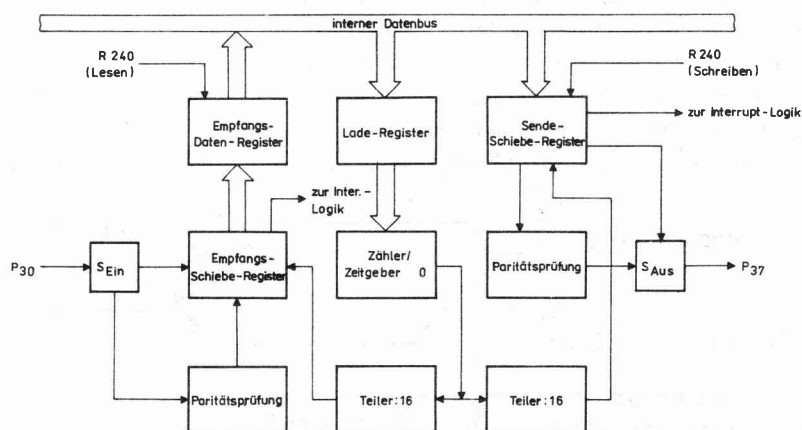

Bild 24: Blockschaftbild der seriellen Ein-/Ausgabe
Die Leitungen P 30 und P 37 von Port 3 können als serielle Ein-/Ausgabeleitungen für voll-duplexen seriellen asynchronen Empfangs-/Sendebetrieb programmiert werden. Die Bitrate wird durch den Zähler/Zeitgeber 0 (TO) gesteuert und liefert eine maximale Datenrate von 62,5 KBit/s ($f_{XTAL}/128$ bei max. 8 MHz). Die zu übertragenden Daten werden in Register R240 geladen und über P 37 hinausgeschoben (Bild 24). Die seriellen Daten werden über P30 empfangen, zu einem 8-Bit-Zeichen zusammengeführt und in den Empfangspuffer übertragen. Register 240 verhält sich in Wirklichkeit wie 2 Register: eingeschrieben wird in den Sender, gelesen wird aus dem Empfangspuffer.